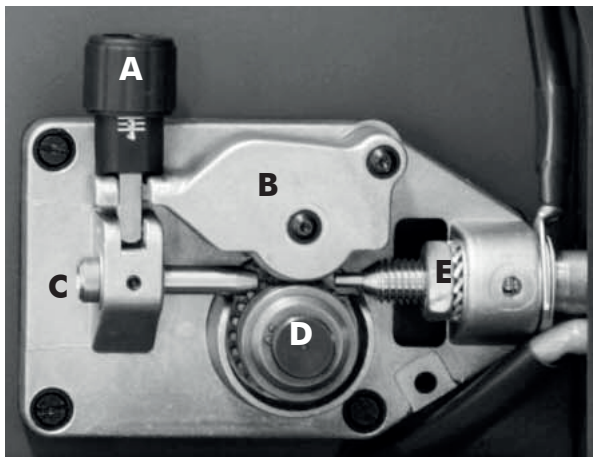

Bild 5
- Lösen Sie den Knopf (A) und ziehen Sie diesen aus der Arretierung (Fig.5). Öffnen Sie den Arm (B) der Drahtvorschubeinheit.
- Schneiden Sie das gebogene Drahtende ab und führen Sie das Ende in die Drahtzuführung (C) ein.
- Drücken Sie den Arm (B) auf die Antriebsrolle (D) und fixieren diesen mit dem Knopf (A).
- Stellen Sie den Anpressdruck, des Drahtes, an Knopf (A) ein. Sodass ein Reibungsloser Drahtvorschub